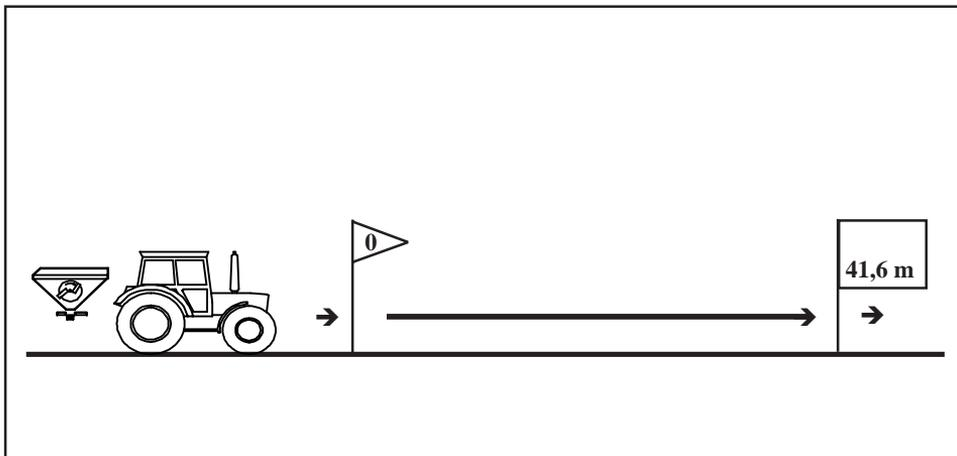

Рис. 7.8
- Точно отмерьте на поле контрольный участок. Отметьте начальную и конечную точки контрольного участка (Рис. 7.8).